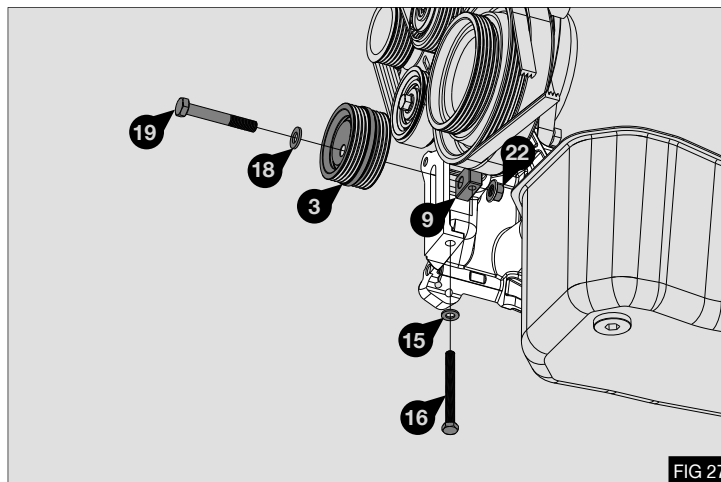

FIG 27
7. Installare la puleggia tendicinghia (3) sulla staffa di montaggio (1) utilizzando blocco (9) bullone M8 x 80 (15) con rondella M8 (19) bullone M10 x 70 (18), rondella piatta M10 (18) e dado flangiato M10 (22) Non stringere in questa fase - Fig 27